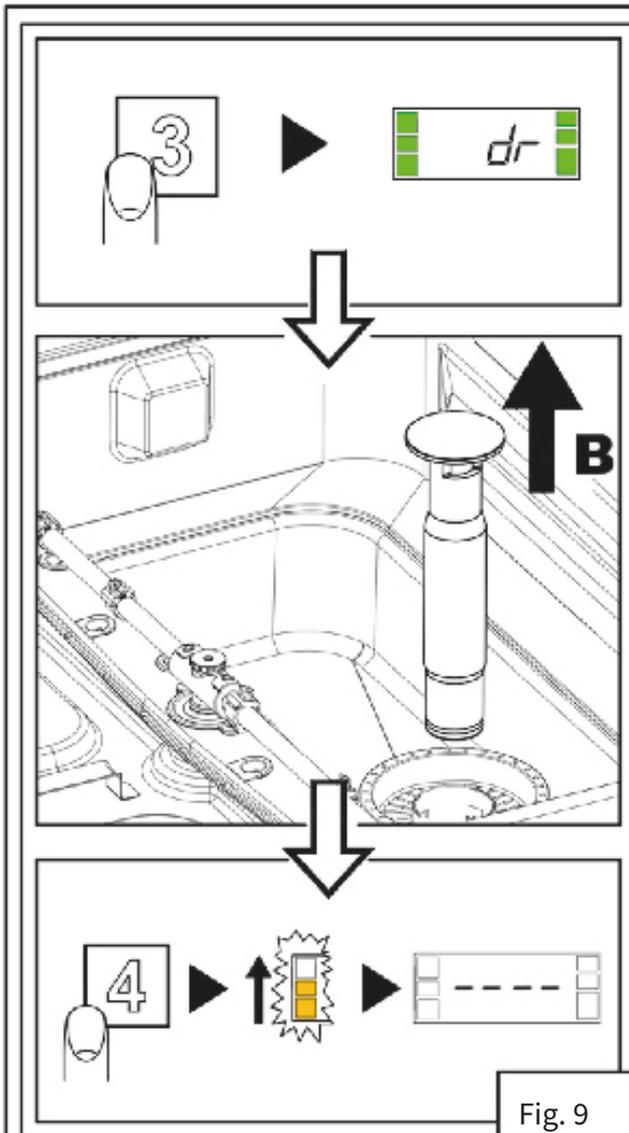

Fig. 9
- Si le modèle est équipé d'un trop-plein, tirez vers le haut (Fig. 9)
- Appuyez sur la touche START (4) pour démarrer le cycle.